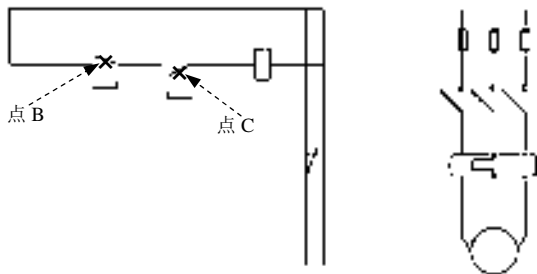

图 17.10.27 插入块
(4) 插入块。选择下拉菜单 **插入** **块** 命令，选择 block1 为插入对象，单击 **确定** 按钮后，在图 17.10.27 所示的点 B 和点 C 插入块 block1。